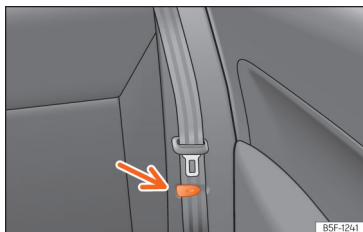

Fig. 95 Asiento trasero: pinza para sujetar el cinturón de seguridad.
- Coloque los cinturones de seguridad laterales en la pinza del revestimiento »» **fig. 95**.